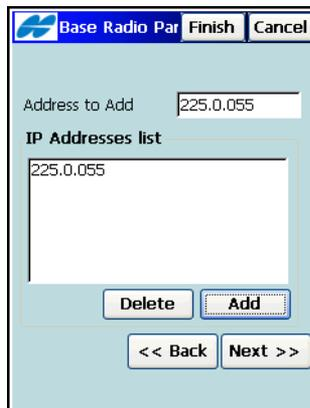

Abbildung 4-16. Multicast-Parameter für Basisstationen
- Beim AirLink CDMA (Multicast UDP) müssen IP-Adressen für die Datenübertragung von der Basis zu mehr als einem Rover mit CDMA-Modems eingerichtet werden (Abbildung 4-16).